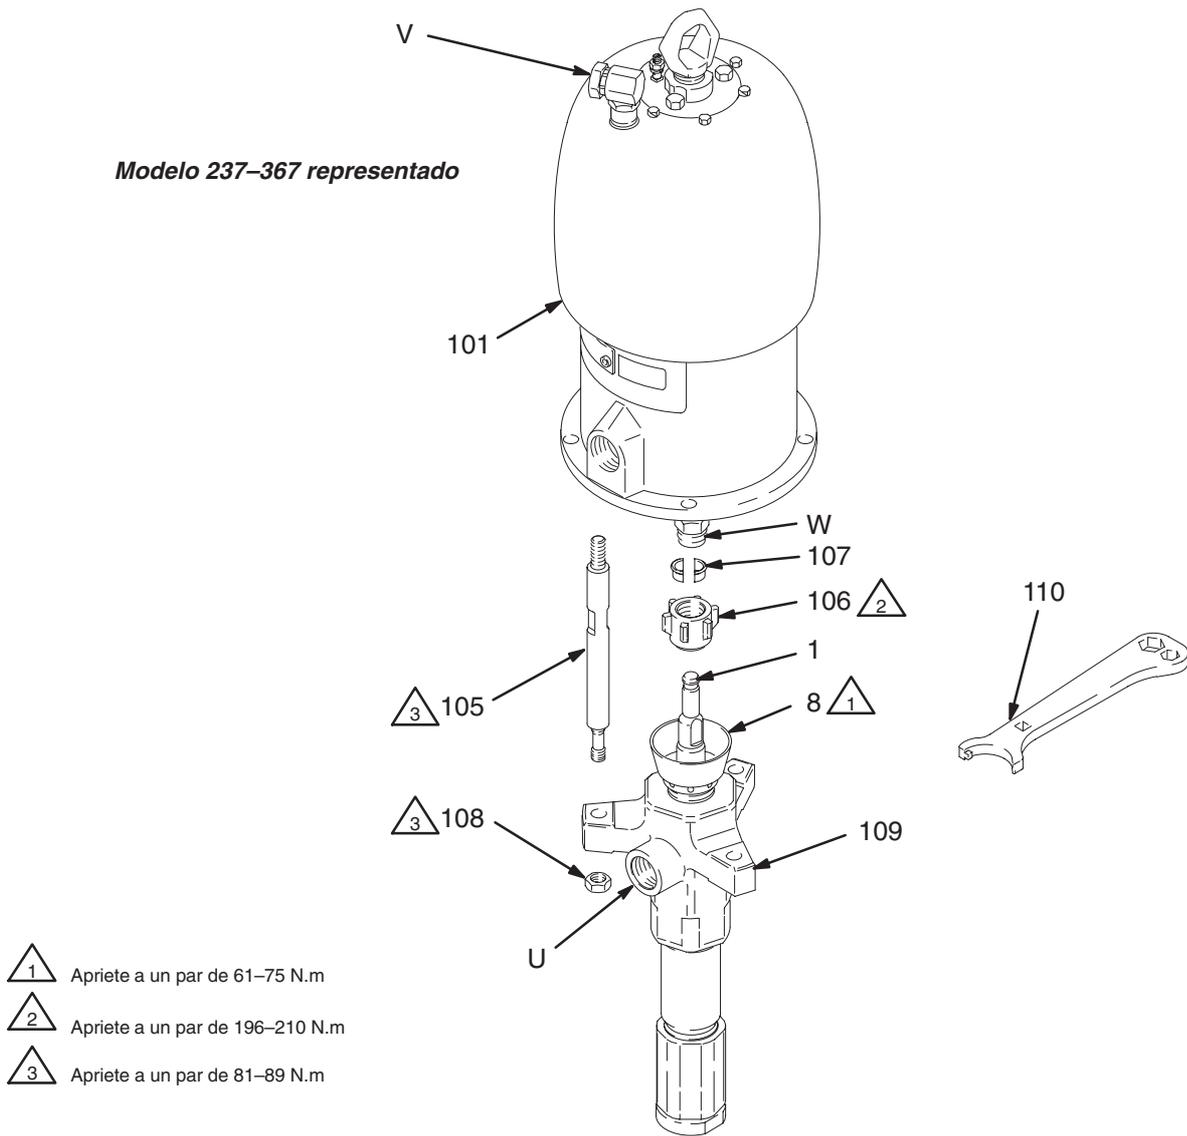

Fig. 4
5. Utilice una llave ajustable (o un martillo y un punzón) para desenroscar la tuerca de acoplamiento (106) del eje del motor (W). No pierda o deje caer los collares de acoplamiento (107). Vea la Fig. 4.
6. Impida el giro de la varilla de acoplamiento sujetándola con una llave por sus partes planas. Afloje las tuercas (108) de las varillas de acoplamiento (105). Separe cuidadosamente la base de bomba (109) del motor (101).
1. Verifique que la tuerca de acoplamiento (106) y los collares de acoplamiento (107) están colocados en la base de la varilla (1). Véase la Fig. 4.
2. Una persona debe sujetar la base de bomba mientras otra la vuelve a conectar al motor (vea la **PRECAUCIÓN** de la izquierda). Oriente la salida de fluido de la bomba (U) hacia la entrada de aire (V) como se indicó en el paso 4 de la sección **Desconexión de la base de bomba**. Coloque la base de bomba (109) en las varillas de acoplamiento (105).
3. Apriete las tuercas (108) a las varillas de acoplamiento (105) y aplique un par de 81–89 N.m.
4. Enrosque, sin apretar, la tuerca de acoplamiento en el eje del motor (W). Sujete las partes planas del eje del motor con una llave para impedir su giro. Utilice una llave ajustable para apretar la tuerca de acoplamiento. Apriete a un par de 196–210 N.m.
5. Vuelva a conectar todas las mangueras. Si se había desconectado, vuelva a conectar el cable de conexión a tierra. Llene la tuerca prensaestopas (8) con líquido sellador Graco o con un disolvente compatible hasta 1/3 de su capacidad.